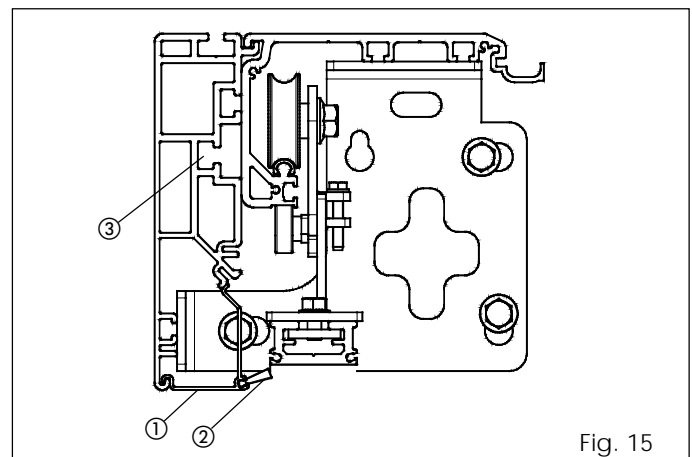

Fig. 15
El travesaño de automatización con el perfil autoportante puede fijarse en los dos extremos utilizando el accesorio bridas laterales (fig. 15).
- Coloque los flancos laterales como se indica en la fig. 15.